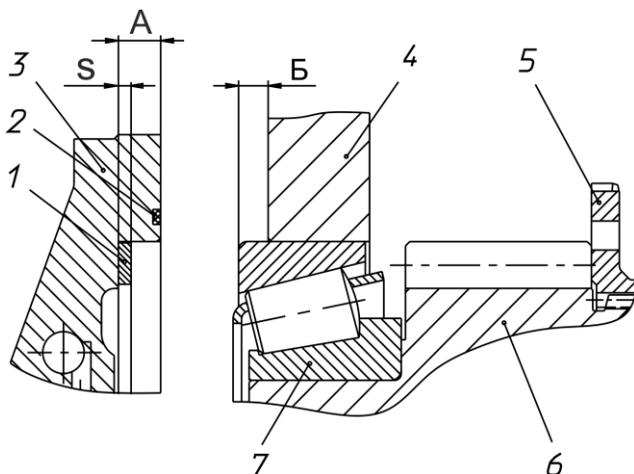

Рисунок 11 – Регулировка конических подшипников первичного и вторичного валов:
6.8.1. Повернуть КП в вертикальное положение задним торцом вниз и установить первичный вал в сборе (рисунок 11).